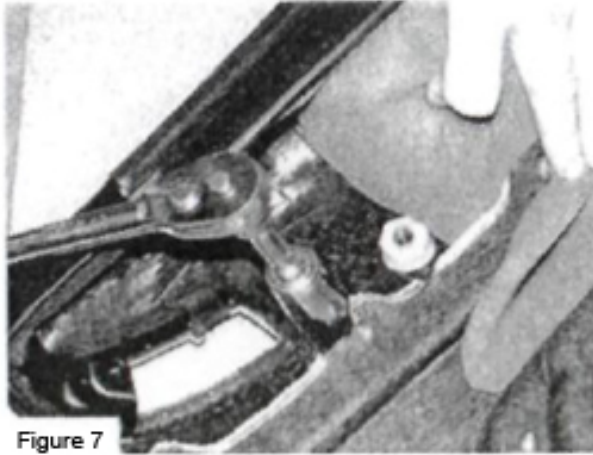

Figure 7
- Bild 7: Befestigen Sie wieder die Seitenverkleidung mit den Original-Blechschrauben und verschrauben die Metall-Windschottaufnahmen mit den beiliegenden Plasticscheiben und –muttern M12. Bauen Sie nun die Seitenverkleidung und Rücksitzbank gemäß Lexus-Montagevorgaben zurück.
- Figure 7: Refasten the side panel using the original self-tapping screws and bolt the metal wind deflector mounts using the enclosed M12 plastic washers and nuts. Now reassemble the side panel and rear seat bench as per Lexus assembly instructions.